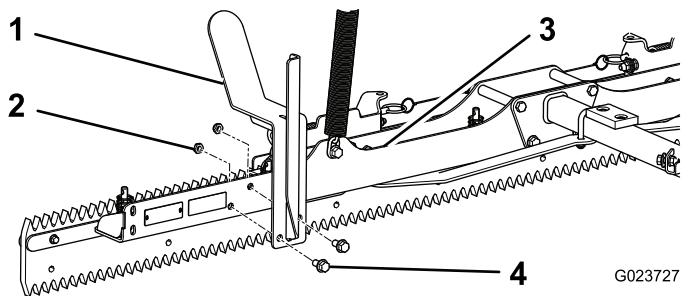

**Figura 3**
1. Alinhe a extremidade de uma corrente com o orifício no suporte do mesmo lado da carga nail (Figura 3).
2. Fixe a corrente ao suporte com um parafuso (3/8 x 1-1/4 de pol.), 2 anilhas e uma porca de bloqueio, conforme indicado em Figura 3.